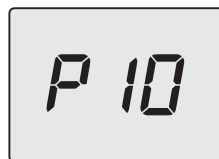

Рисунок 5.50
- Прокрутите различные параметры при использовании кнопок 13 (назад) или 15 (вперед) до появления на ЖК-дисплее надписи **P10**, чередующейся со значением параметра (Рисунок 5.50).